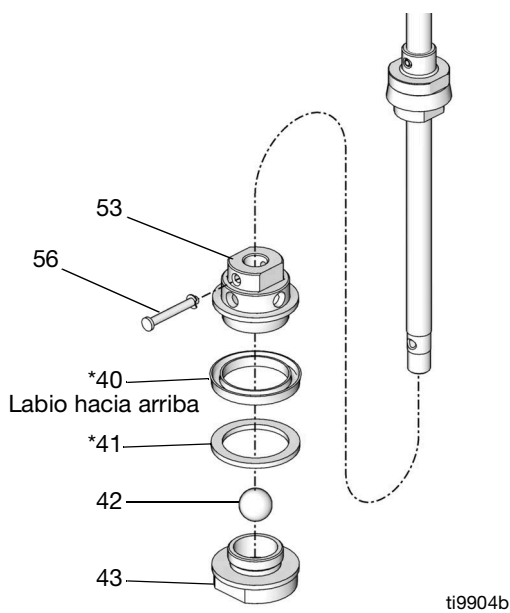

FIG. 20
9. Retire el pasador (56). Retire el conjunto de la válvula del pistón. Desenrosque la válvula del pistón (43) del alojamiento del pistón (53). Retire el anillo de desgaste (41*), la copa en U (40*) y la bola (42). Inspeccione todas las piezas en busca de daños. Consulte la FIG. 20.